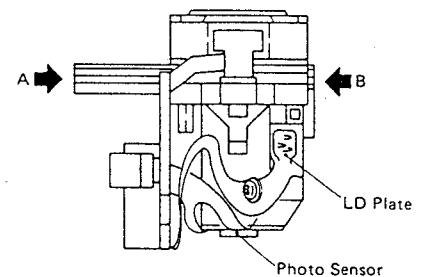

Fig. 4-3
- During the transportation, mounting and dismounting of the assembly, support with your fingers at points A and B as shown in Fig.4-3.
- 取り付け、取り外し、持ち運びの際は、Fig.4-3 のA部とB部で支えてください。特にアクチュエータ、光検出部、LDプレート部は、手を触れたり力を加えたりしないでください。